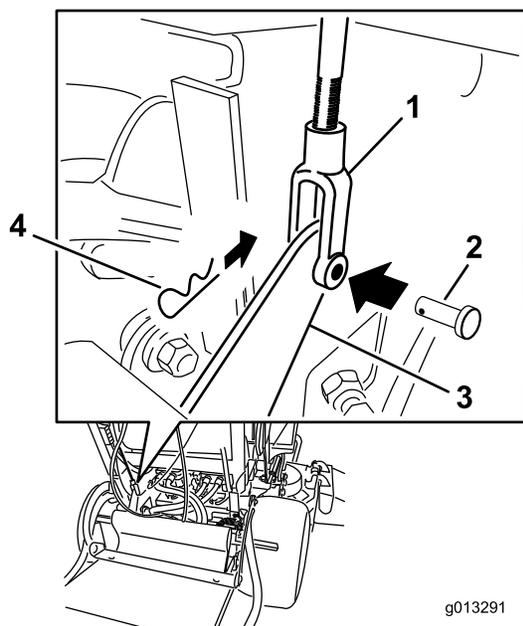

Figura 63
4. Per regolare il freno, staccate il perno con testa e la coppiglia dalla leva del freno inferiore e dalla forcella (Figura 63).
7. Fissate la forcella alla leva del freno inferiore con il perno con testa e con la coppiglia (Figura 63).